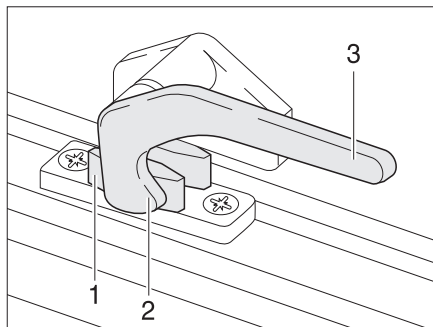

Bild 68 Låsarm i läget "stängd"
- Sväng låsarmen (Bild 68,3) ett kvarts varv mot fönstrets mitt.
- Sväng låsarmen (Bild 68,3) ett kvarts varv mot fönsterkarmen. Låsspaken (Bild 68,2) är placerad på insidan av fönsterlåset (Bild 68,1).
- I läget "helt stängt" (Bild 68).